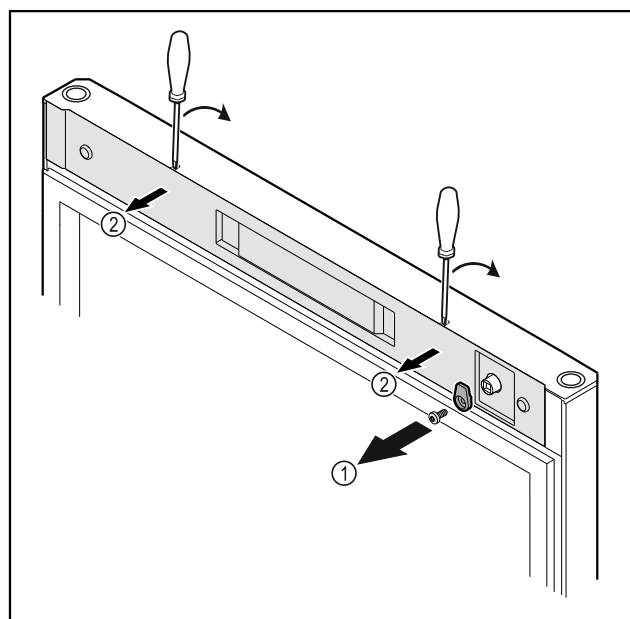

Fig. 52
► Skruva av låskroken *Fig. 52 (1)*.
- Lossa skyddet Fig. 52 (2) med en liten skruvmejsel och ta av det.